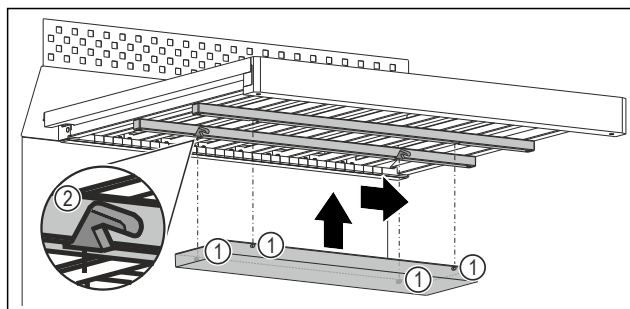

Fig. 159 Shembull ilustrues
- Çdo kunj Fig. 159 (1) futeni në folenë Fig. 159 (2) përkatëse në shiritin poshtë raftit prej druri.